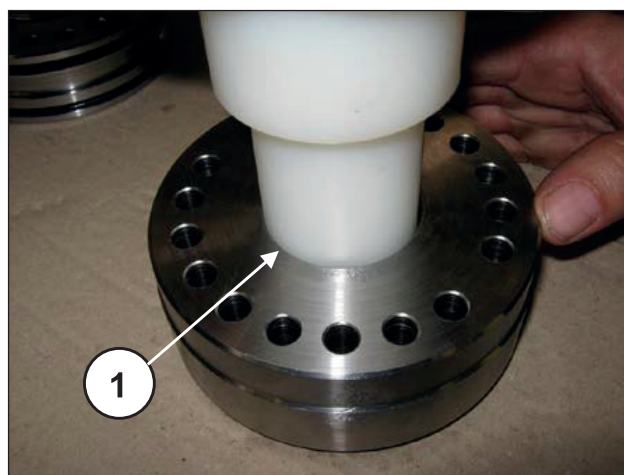

Fig. 198
Introdurre nel supporto guarnizione HP l'anello di testa (pos. ①, Fig. 196) e a seguire il pacco H.P. (alta pressione); data la leggera interferenza tra la tenuta e il supporto guarnizione HP, per evitare eventuali danneggiamenti si consiglia l'utilizzo di un tampone in materiale plastico (pos. ①, Fig. 197 e Fig. 198).